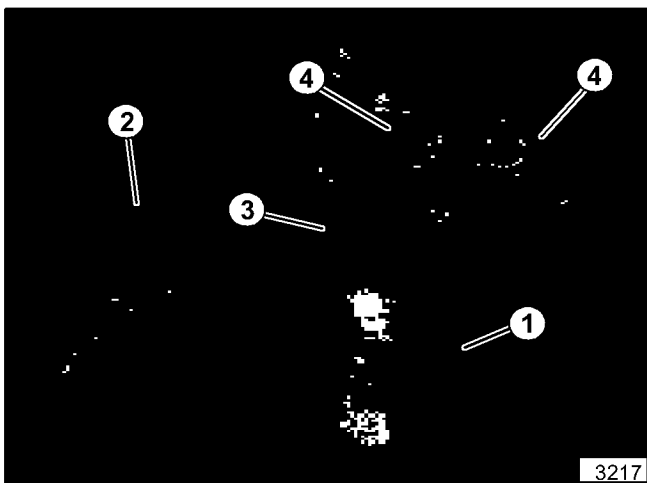

Abbildung 33. Zerlegtes Getriebe
5. Die Zahnräder, Wellen und das Abstandsstück herausnehmen. Außerdem die Lager und Öldichtungen entfernen (siehe Abbildung 33).